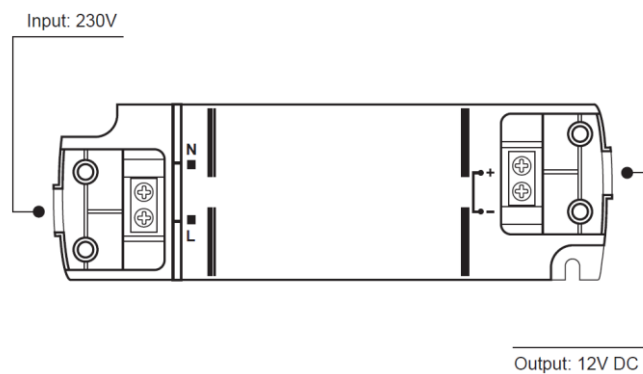

Abb.2: Ein- und Ausgang des Treibers
- Schließen Sie die 2-adrige Netzzuleitung an den Treiber auf der Seite mit der Aufschrift „Input“ (*siehe Abb.2*):
- Schließen Sie einen Verbraucher an den Treiber auf der Seite mit der Aufschrift „Output“ (siehe Abb.2).